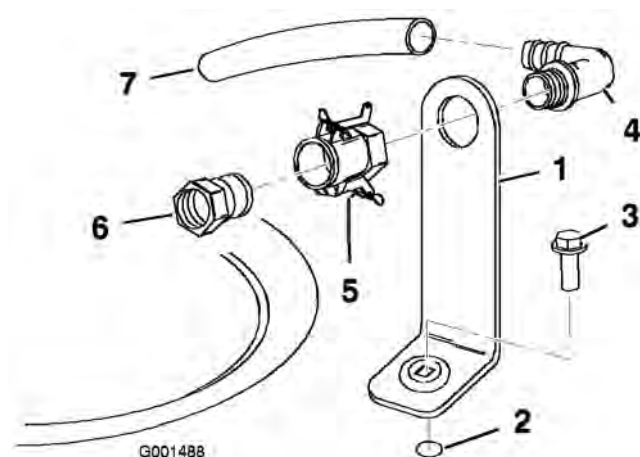

図 3
1. タンクに開けてあるネジ穴に合わせて補給口ブラケットをセットし、フランジヘッド・ボルト (5/16 x 3/4 インチ) で固定する (図 3)。
2. 90度エルボのネジ切りしている側をブラケットに通し、クイック・カップラでブラケットに固定する (図 3)。
3. クイック・カップラにホース・アダプタを取り付ける (図 3)。
4. カップラについているレバーをアダプタ側に倒してロックし、ヘアピンコッターで固定する (図 3)。
5. 90度エルボに逆流防止ホースを取り付ける (図 3)。